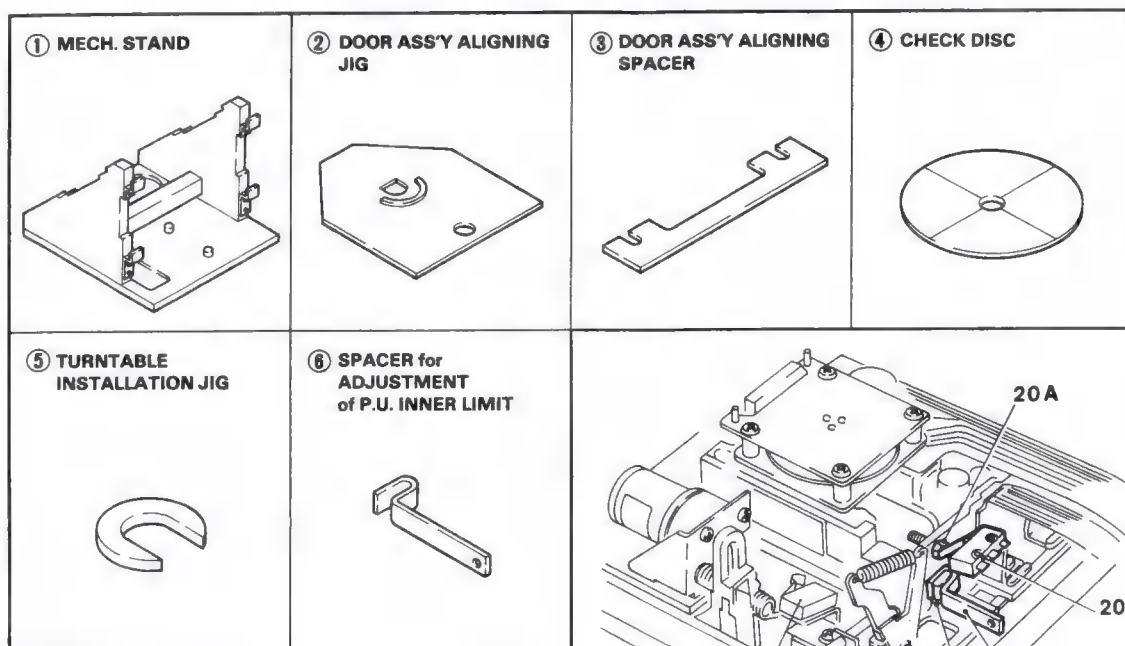

Fig. 20
(Fig. 20)
Switch for detecting end of disc 20 B (Fig. 20). Push the optic scanner assembly in the direction of the stop 20 C and set the template ⑥ on the stop. When the optic scanner assembly comes into contact with the template ⑥, the switch should be open. Use the adjustment screw to adjust switch opening. Check using an ohmmeter.
Flap open detection switch 20 D (Fig. 20)
Interrupteur de détection fin de disque 20 B (Fig. 20). Pousser l'ensemble de lecture optique en direction de la butée 20 C, placer le gabarit ⑥ sur la butée. Au contact de l'ensemble de lecture optique avec le gabarit ⑥ l'interrupteur doit être ouvert. Régler avec la vis de réglage le point d'ouverture de l'interrupteur. Contrôler à l'aide d'un ohmmètre.